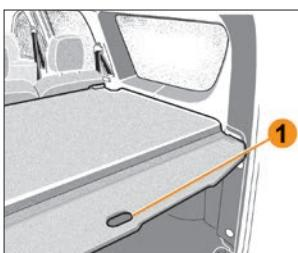

Рис. 5.7.3. Натяжная полка
**В вариантном исполнении** в багажном отделении устанавливается натяжная полка. **Сворачивание полки багажного отделения:** не сильно потяните на себя полку за ручку 1 (рис. 5.7.3) или за край полки, чтобы освободить ее из креплений. Двигайте полку по мере сворачивания ее гибкой части.